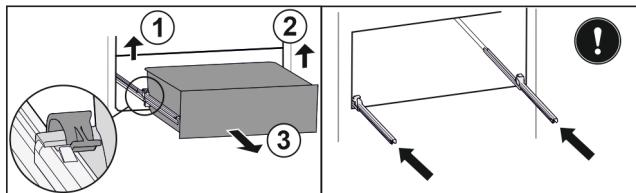

Fig. 109
- Приподнимите левый зажим и одновременно вытяните движением вперед выдвижной ящик слева. Fig. 109 (1)
- Приподнимите правый зажим и одновременно вытяните движением вперед выдвижной ящик справа. Fig. 109 (2)
- Извлеките выдвижной ящик движением вперед. Fig. 109 (3)